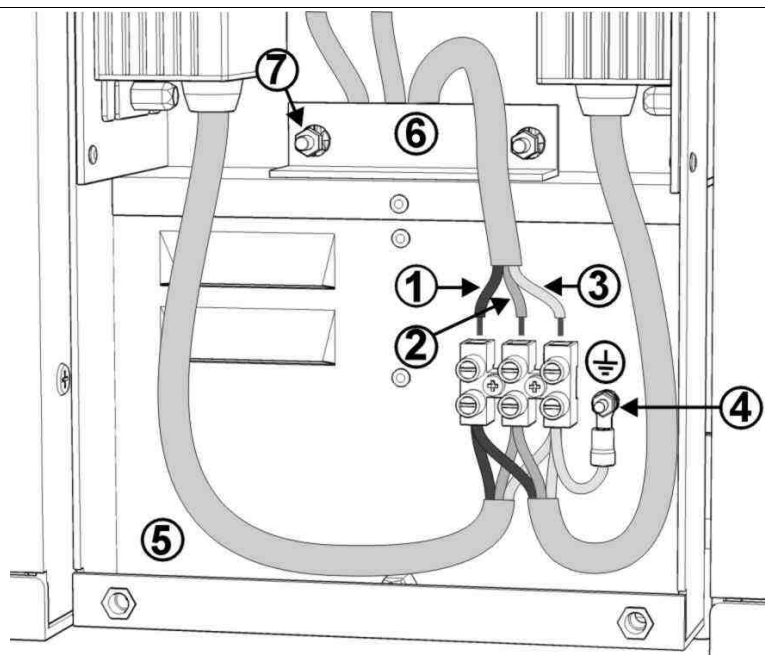

Fig. 18: Collegamento del cavo di alimentazione nel modulo **POWER SUPPLY**
1. Dal modulo **POWER SUPPLY** togliete il frontale ed il coperchio posteriore d'entrata dei cavi (Fig. 10, Fig. 11), quindi allentate le viti di blocco del serracavi (Fig. 18).
3. Introdurrete il cavo di alimentazione definitivo e collegatene i fili, terminati con gli opportuni puntalini, ai terminali a vite come indicato in Fig. 18.
- Bloccate il serracavi avvitando i due dadi (Fig. 11, Fig. 18) assicurandovi che l'entrata cavi sia ben chiusa e non permetta il passaggio di insetti. Poi chiudete il frontale ed il coperchio posteriore del modulo **POWER SUPPLY**.
- b) se con un multimetro riscontrate l'assenza della tensione di rete ai terminali (vedi Fig. 18), controllate il cavo di alimentazione;